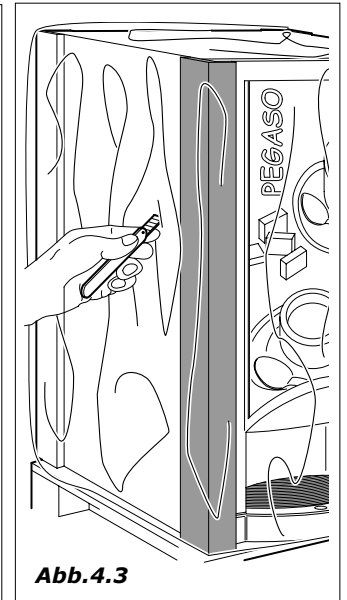

Abb.4.3
- Die Schutzhülle entlang einer der 4 Kantenabdeckungen aufschneiden und entfernen (Abb. 4.3)